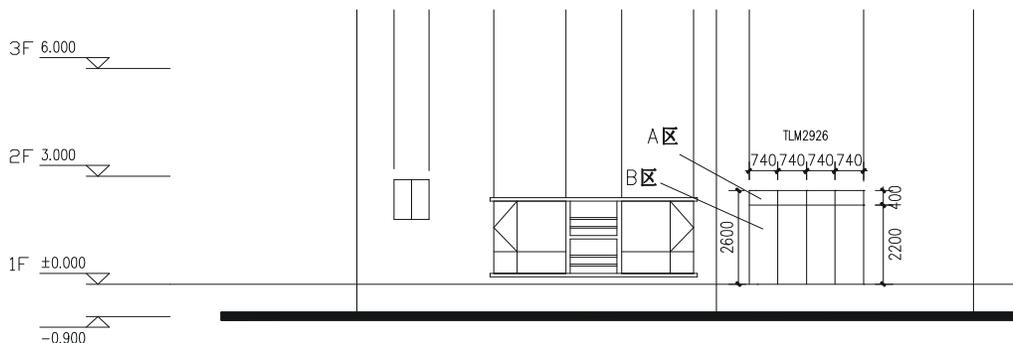
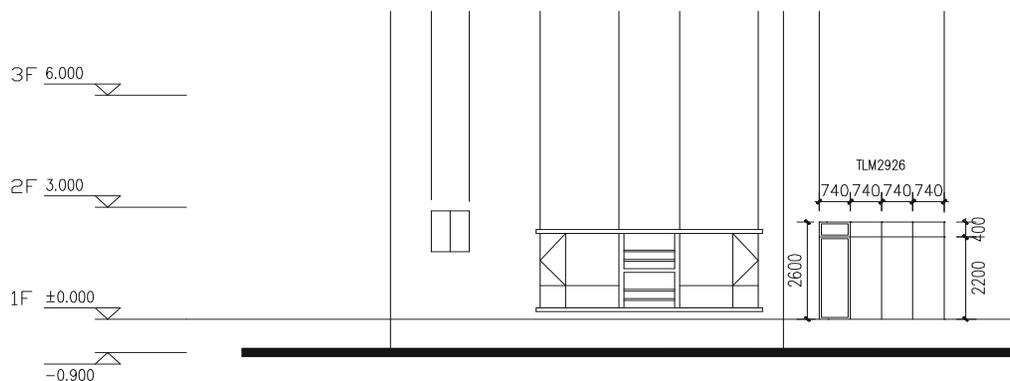

图 12-1-23
图 12-1-24
**STEP 14** 按 F8 键打开正交功能，再按 F3 键打开捕捉功能，使用绘制直线命令 LINE 以等分点为起点向下绘制竖直直线，如图 12-1-23 所示。
**STEP 15** 使用绘制矩形命令 RECTANG ( REC ) 分别以如图 12-1-23 所示 A 区、B 区为边界绘制两个矩形，并使用偏移命令 OFFSET 分别将其向内偏移 50，如图 12-1-24 所示。